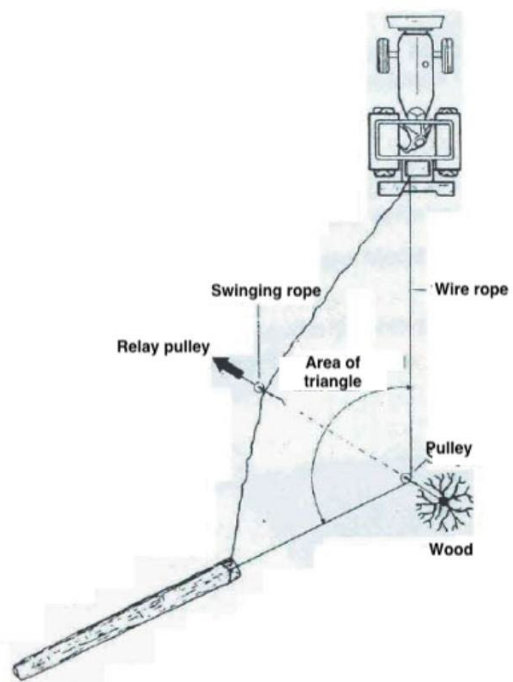

Bild 7
35. Under dragning är det förbjudet att stå mellan lasten och vinschen och i riskområdet mellan vinschen, brytblock och lasten. (Se bild 7).